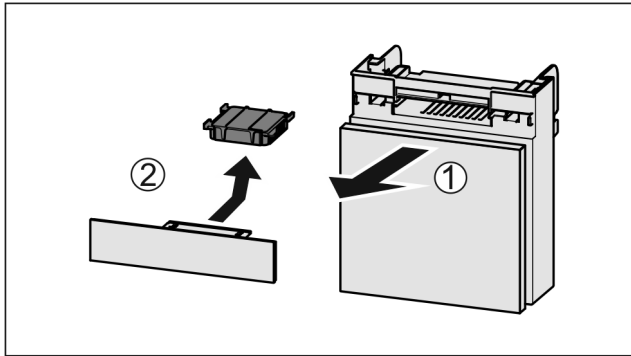

Fig. 76
- ▶ Estrarre il vano tirando in avanti Fig. 76 (1).
- ▶ Rimuovere il filtro a carboni attivi Fig. 76 (2).